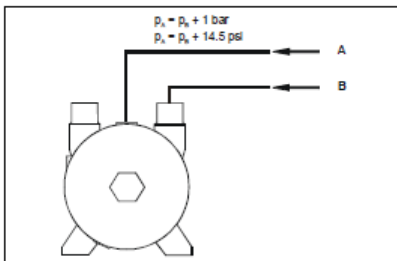
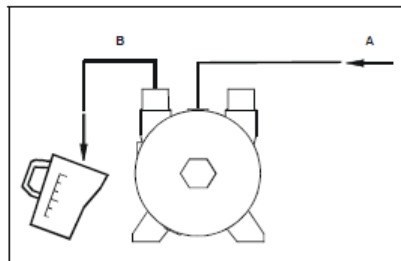
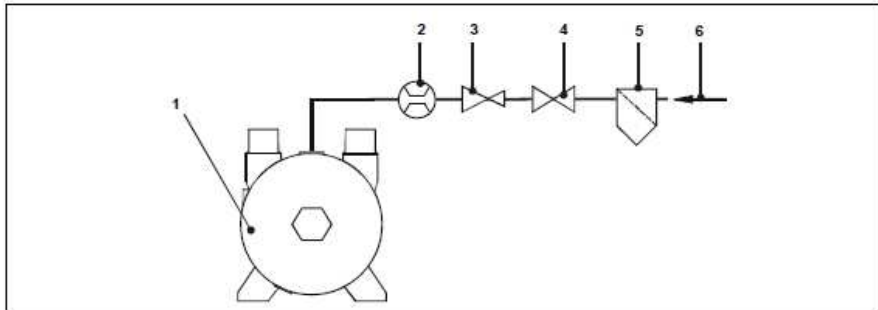
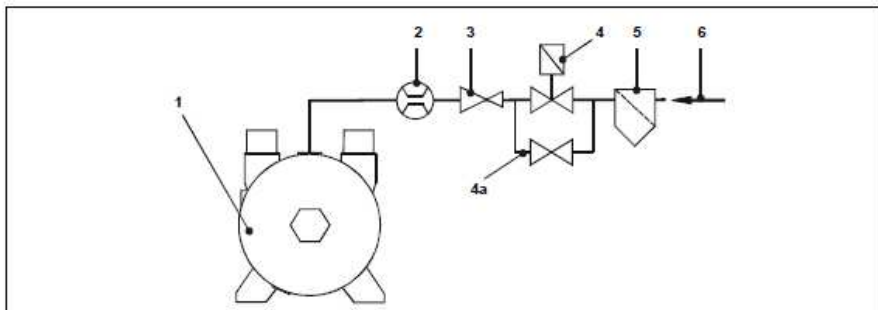

Fig. 9: Ajuste del caudal del líquido de servicio:
Fig. 10: Ajuste del caudal del líquido de servicio:
Fig. 11: Operación con suministro del líquido de servicio: operación sin control automático
Fig. 12: Operación con suministro del líquido de servicio: operación con control automático
- En la operación sin control automático: la válvula de cierre (Fig. 11, pos. 4).
- En la operación con control automático: la válvula de cierre en la línea de derivación (Fig. 12, pos. 4a).
Véanse la Fig. 9, y Fig. 10, al igual que Fig. 11 y Fig. 12,
En la operación sin control automático (Fig. 11,
En la operación con control automático (Fig. 12,
En la operación con control automático (Fig. 12
- La válvula magnética (pos. 4) abre, y se suministra el líquido de servicio.
- con el caudalímetro (Fig. 11 y Fig. 12,
- midiendo con una copa graduada el volumen del líquido de servicio que sale por unidad de tiempo en la tubuladura de presión (Fig. 10
- mediante la válvula de control (Fig. 11, y Fig. 12,